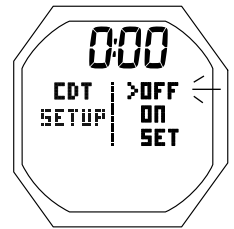

Fig. 119A - CONFIGURATION DU MINUTEUR DE COMPTE À REBOURS (aucun temps défini)
**CONFIGURATION DU MINUTEUR DE COMPTE À REBOURS (CDT SETUP) :** paramètres affichés (Fig. 119A) -